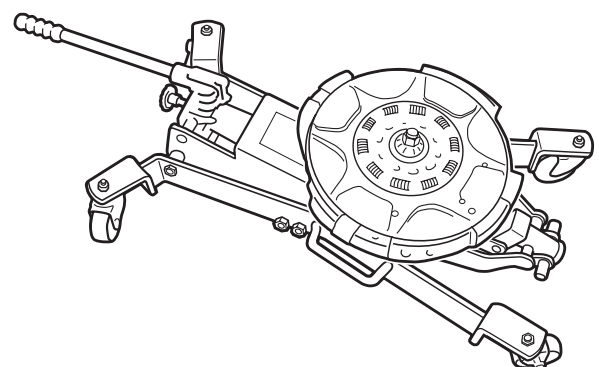

Figura 6
9. Lentamente libere la presión para bajar el ensamble del embrague, dejando libres los puntos de embotellamiento de la manija del embrague conforme éste se desliza hacia abajo. Consulte la Figura 6.